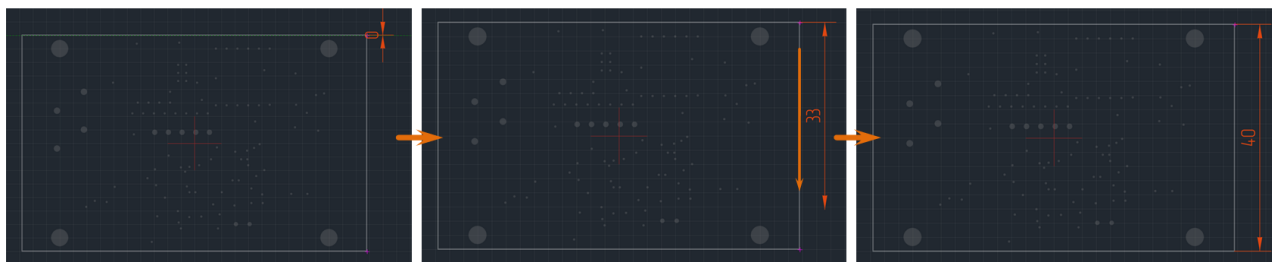

Рис. 265 Размещение вертикальной размерной линии
4. Переместите курсор, определяя положение второй выносной линии, см. Рис. 265. Установите длину и направление выносных линий, перемещая курсор. Возможный вид размерной линии будет отображаться на экране.